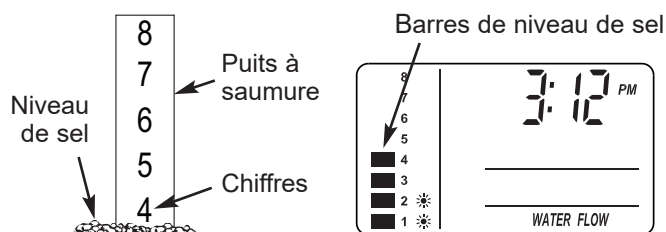

FIG. 24
2. L'échelle de niveau de sel, sur le puits à saumure situé à l'intérieur du réservoir, comprend des chiffres de 0 à 8 (voir figure 24). Repérez le chiffre le plus élevé ou le plus près du sel égalisé.
3. Appuyez sur le bouton RÉGLAGE DU NIVEAU DE SEL autant de fois que nécessaire pour que les barres de repère du niveau de sel dans l'affichage (voir figure 24) correspondent au chiffre sur le puits à saumure. Au niveau 2 ou moins, le voyant de bas niveau de sel se met à clignoter.